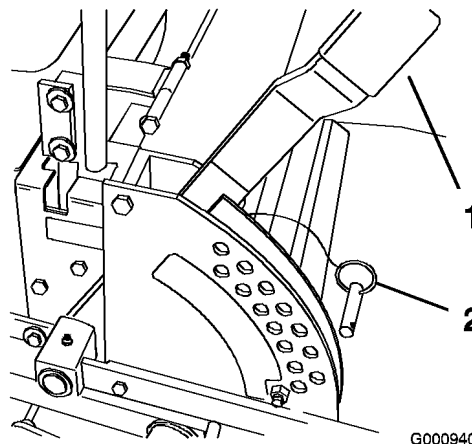

Figura 18
1. Levante la palanca de ajuste de la altura de corte a la posición de transporte (que es también la posición de altura de corte de 127 mm (5 pulg.)) (Figura 18).
2. Para ajustarla, retire el pasador del soporte de altura de corte (Figura 18).
3. Seleccione un taladro del soporte de altura de corte que corresponda a la altura de corte deseada, e inserte el pasador (Figura 18).